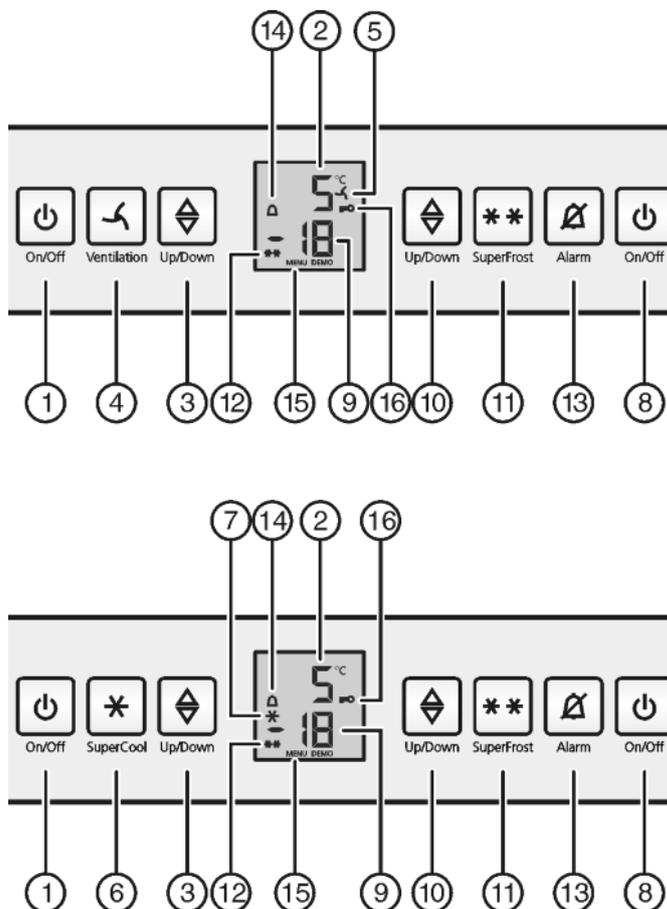

Fig. 2
- ▶ Appuyer sur la touche On/Off du congélateur *Fig. 2 (8)*.
- ▶ Appuyer sur la touche On/Off du réfrigérateur *Fig. 2 (1)*.
- ▶ Activer le mode de réglage : appuyer sur la touche SuperFrost *Fig. 2 (11)* pendant env. 5 secondes.
- ▷ Le symbole Menu *Fig. 2 (15)* apparaît dans l'affichage.
- ▶ Confirmez en appuyant brièvement sur la touche SuperFrost *Fig. 2 (11)*.
- ▷ Le symbole Sécurité enfants *Fig. 2 (16)* s'allume dans l'affichage.
- ▶ Appuyer brièvement sur la touche On/Off du compartiment congélateur *Fig. 2 (8)*.
- ▷ Le symbole Sécurité enfants *Fig. 2 (16)* s'éteint.
L'affichage de la température clignote en même temps que le symbole Alarme *Fig. 2 (14)*.
L'avertisseur sonore s'éteint automatiquement et le symbole Alarme *Fig. 2 (14)* et l'affichage de température arrêtent de clignoter lorsque la température est de nouveau suffisamment froide.
- ▶ Appuyer sur la touche Alarme *Fig. 2 (13)*.